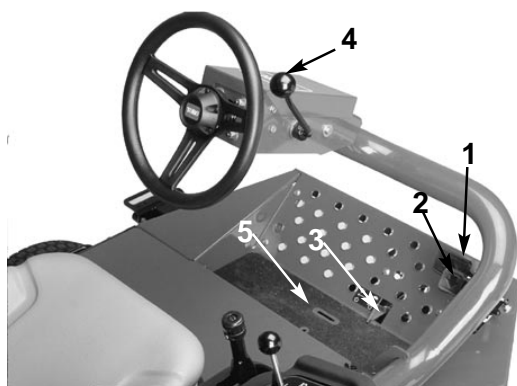

Fig. 7
**Manøvrepedaler** (fig. 7)—Træd på frem-manøvrepedalen for at køre fremad. Træd på bak-manøvrepedalen for at bakke eller hjælpe med at standse maskinen, når den kører fremad. Pedalen kan også sættes i fristilling, når man ønsker at standse maskinen.
**Klippe/transportvælger** (fig.7)—Brug hælen til at føre vælgeren til venstre for at transportere maskinen og til højre for at klippe græs. Klippeenhederne virker kun i klippeposition.
**Ratindstillingshåndtag** (fig. 7)—Træk håndtaget tilbage for at indstille rattet i den ønskede stilling. Skub så håndtaget fremad for at spænde rattet fast i denne stilling.